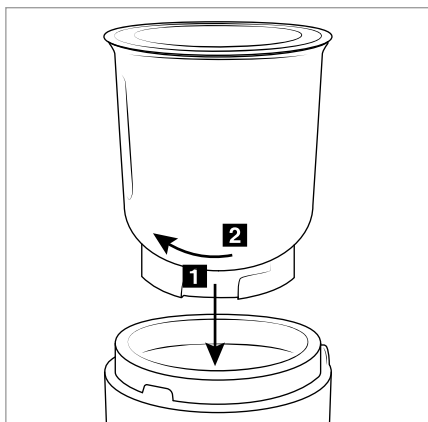

Fig. 1
- 5) Mettere il contenitore **(3)/(4)** nel blocco motore **(5)**: assicurarsi che i fermi all'interno del blocco motore **(5)** scivolino nei corrispondenti incavi alla base del contenitore **(3)/(4)** (vedere fig. 1/**1**).
- 6) Ruotare il contenitore **(3)/(4)** in modo che i fermi all'interno del blocco motore **(5)** scivolino in avanti lungo le guide (in direzione **1**) e il contenitore **(3)/(4)** si blocchi (vedere fig. 1/**2**).